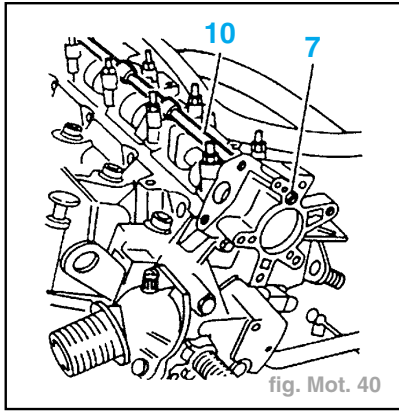

fig. Mot. 40
- Reposer (fig. Mot. 40) :
- la vis (7) équipée d'un joint neuf ; couple de serrage (daN.m) **1,5**